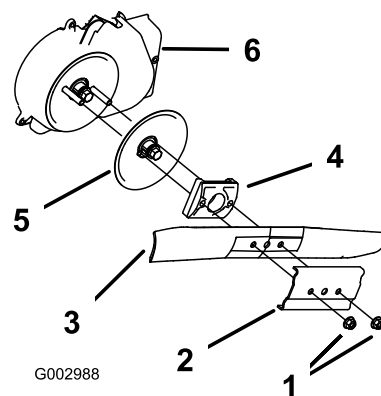

Рисунок 53
3. Отверните 2 гайки крепления ножа и прижим (Рисунок 53).
4. Извлеките нож (Рисунок 53).
5. Снимите привод ножа и диск (Рисунок 53).
6. Снимите кожух тормозной муфты ножа (Рисунок 53).
8. Установите кожух тормозной муфты ножа (Рисунок 53).
9. Установите привод ножа (Рисунок 53).
10. Установите нож (Рисунок 53).
11. Установите прижим (Рисунок 53).